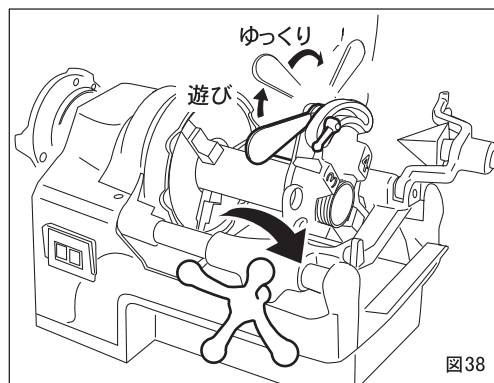

図38
- ①ノッチ軸を(－)ドライバーで緩めます。
- ②位置決めノッチを押さえながらノッチ軸を外します。
- ③位置決めノッチをその下にあるピンとバネが飛び出さないよう、注意しながら外します。
- ④サイズ調整板を図38-①②のどちらかの側に2枚共挿入してください。
- ⑤バネ及びピンを切上げブロックの所定の穴に入れ、位置決めノッチで押さえます。
- ⑥ノッチ軸を切上げブロックに通し、位置決めノッチ、サイズ調整板をセットします。
- ⑦(－)ドライバーでノッチ軸をしっかり締付けてください。
- ④ねじが規定の寸法まで切れたら偏心ハンドルをゆっくりと矢印の方向に持ち上げてチェーザを開きねじを切り上げます。（このとき急激にチェーザを開くとねじに段がつき、ねじの仕上りが悪くなります。）（図38）
- ⑤あとは送りハンドルでダイヘッドをパイプからはなせばねじ切りは完了です。ダイヘッドを上位置に起こすと油は止まります。